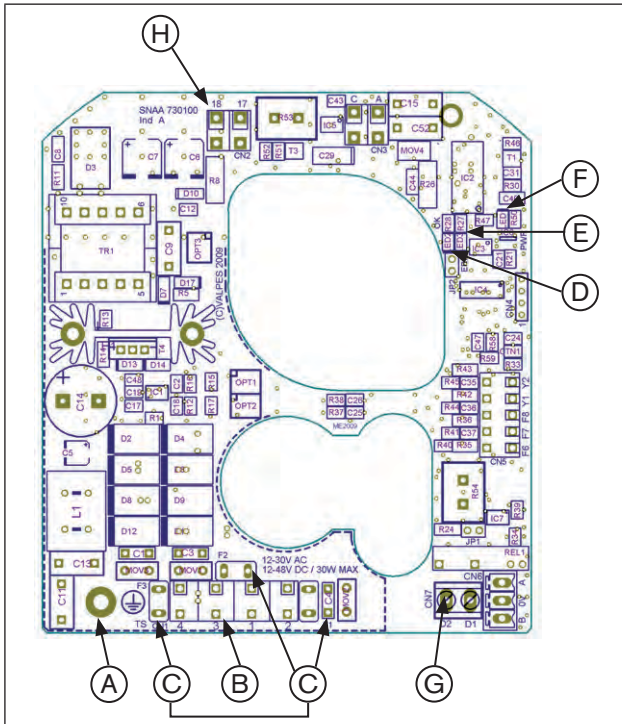
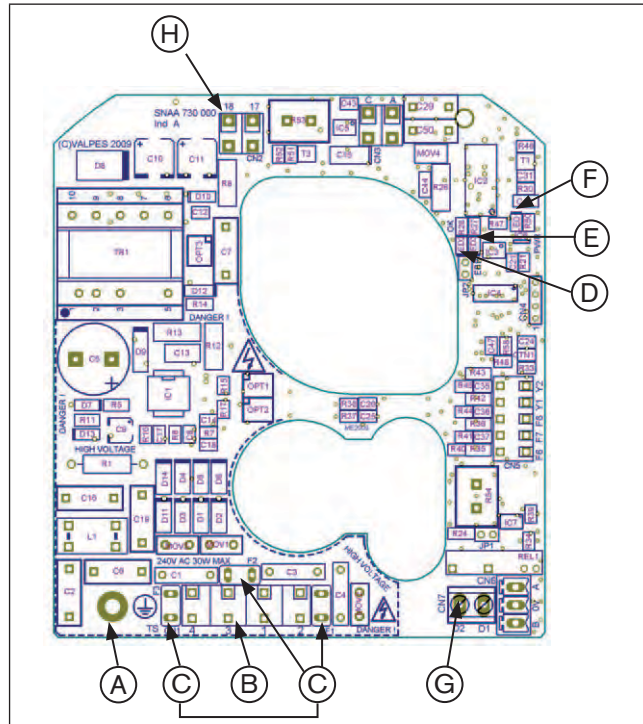
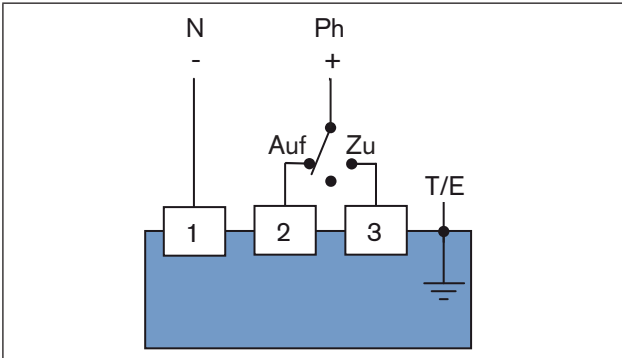
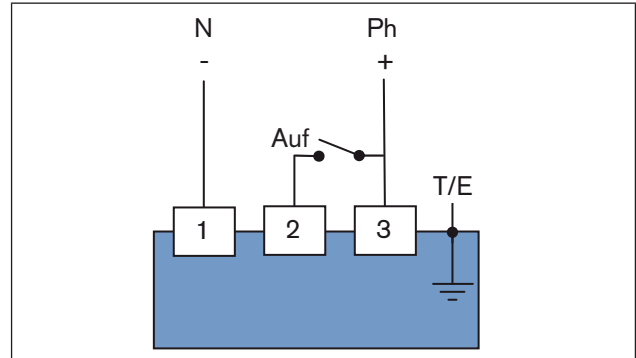

Bild 15: Stromversorgungsplatine 15-30 V 50/60 Hz (12-48 V DC)
Bild 16: Stromversorgungsplatine 100-240 V 50/60 Hz (100-350 V DC)
Bild 17: Drei Punkt Modus
Bild 18: Auf / Zu - Modus / Notstromvariante
→ Hierzu die Erdungsschraube lösen und Öse des Erdungskabels mit der Erdungsschraube befestigen (siehe „Bild 15“ und „Bild 16“).
- Kabel entsprechend der gewünschten Steuerungsart (siehe „Bild 17“ und „Bild 18“) an der Klemmleiste Pos. B der Spannungsversorgungskarte anschließen (siehe „Bild 15“ und „Bild 16“).
**Funktionsweise beim Auf / Zu - Modus (siehe „Bild 18“):**